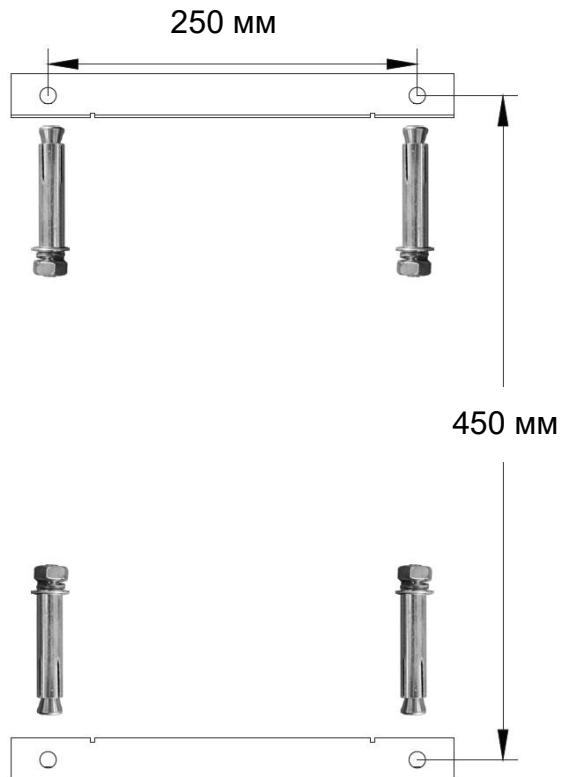

Рисунок 4. Рекомендации по расположению монтажных планок кронштейна.
**Шаг 1.** Определите место установки монтажных планок и выполните разметку отверстий на стене, см. Рисунок 4.
**Шаг 2.** Просверлите отверстия под анкерные болты M10×80, см. Рисунок 4.